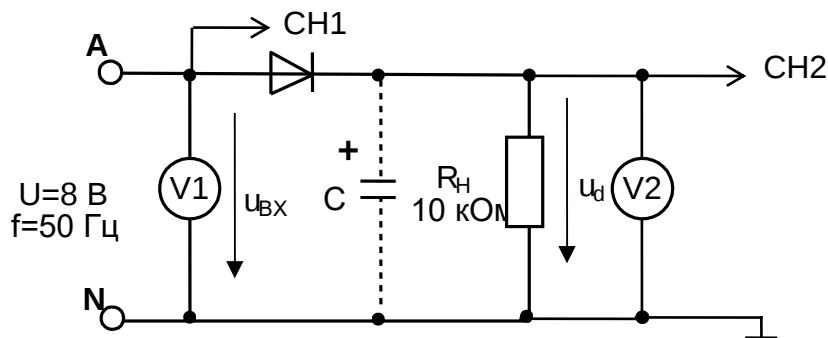
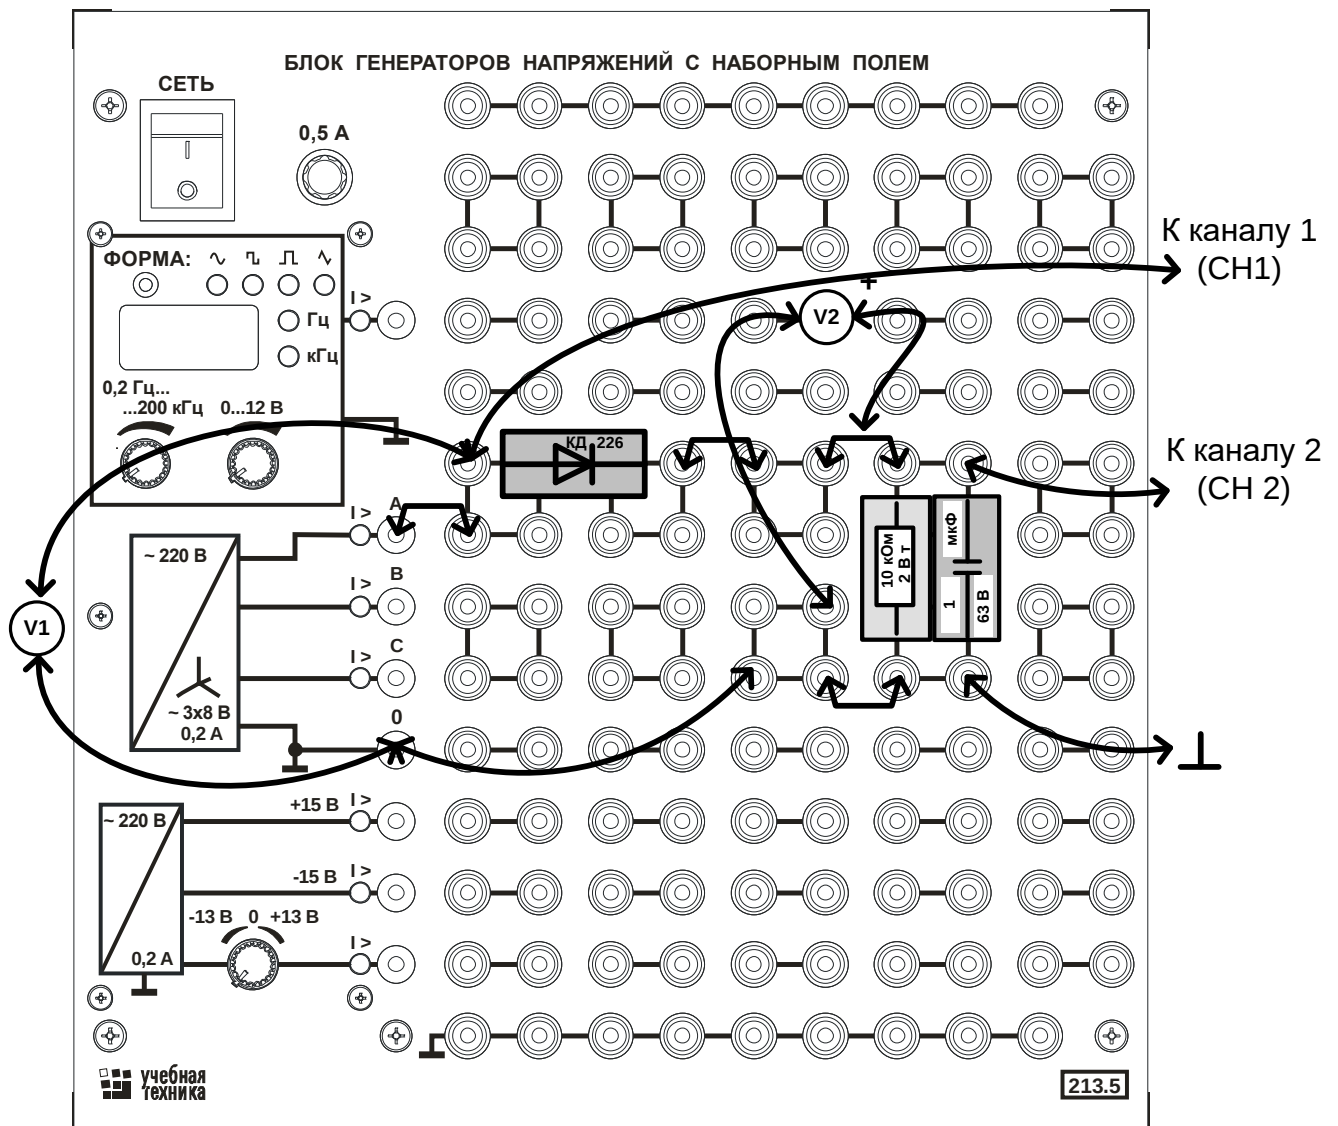

Рис. 6.3. Принципиальная схема установки.
Рис. 6.4. Монтажная схема.
- Соберите цепь согласно принципиальной схеме (рис. 6.3) и монтажной (рис. 6.4) сначала без сглаживающего фильтра ($C=0$). Включите мультиметры: V1 – для измерения действующего значения синусоидального напряжения, V2 – для измерения постоянного напряжения. Включите генератор напряжений и установите максимальную амплитуду сигнала.